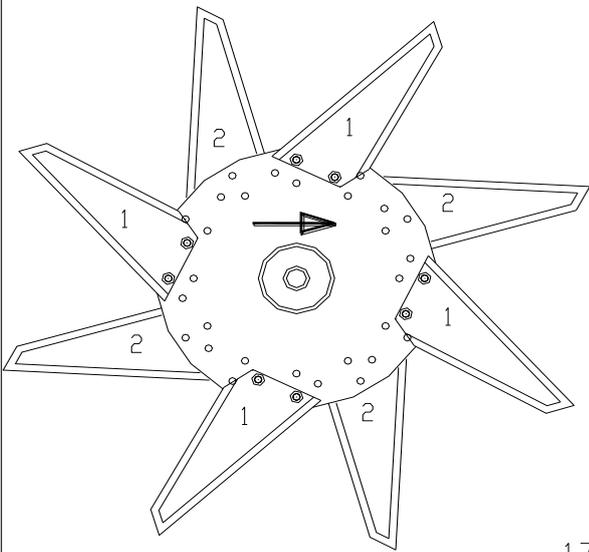

Fig. 4.
7. Se podrán montar las cuchillas de corte profundo ( estándar las que se entregan con la máquina), en el rotor, según se indica en la Fig.4, cuatro cuchillas van montadas de manera uniforme en el disco. En el disco siguiente, se podrán montar las cuchillas de forma descentrada. Esta situación se muestra en la Fig.4 por un número en las cuchillasthis. Se quiere decir el primer disco, etc. Monte las cuchillas exactamente igual que lo dibujado en la Fig.4. Para más información sobre las cuchillas y su montaje, consulte el capítulo12.